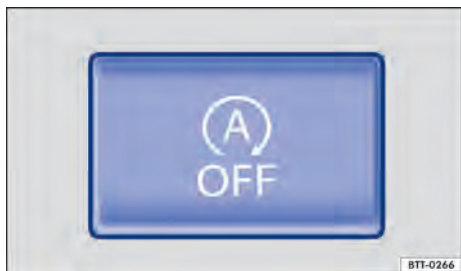

Fig. 176 No console central : Tecla para o sistema Start-Stop.
- Pressionar o botão  no console central ⇒ **Fig. 176**.